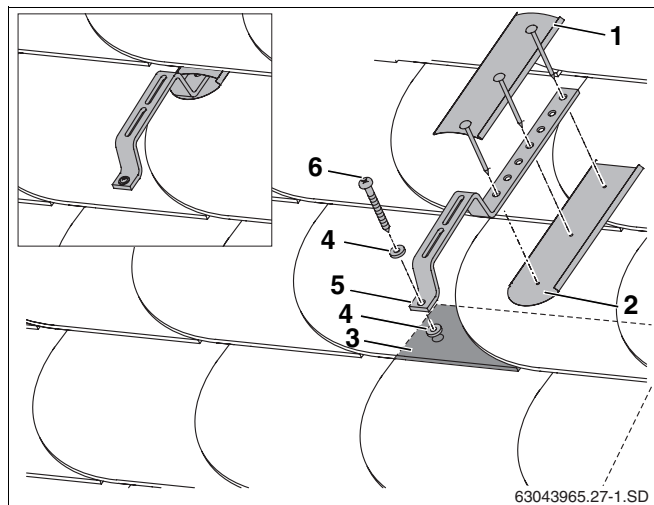

Fig. 26 Montaggio su tetto coperto con ardesia/scandole
Viene mostrato a titolo di esempio il montaggio di un gancio da tetto particolare e la copertura a tenuta stagna con lamiera predisposte da parte del committente (fig. 26, **pos. 1 e 2**) sulla base di una copertura con scandole/ardesia.
- Montare i ganci da tetto particolari (fig. 26, **pos. 5**) e la guarnizione (fig. 26, **pos. 4**) con la vite (fig. 26, **pos. 6**) sulla copertura di ardesia/scandole.
- Per assicurare un montaggio a tenuta stagna, montare delle lamiera (fig. 26, **pos. 1, 2**), messe a disposizione dal committente, sopra e sotto i ganci da tetto particolari.
Il gancio da tetto particolare deve appoggiare anteriormente su una copertura multistrato (fig. 26, **pos. 3**).